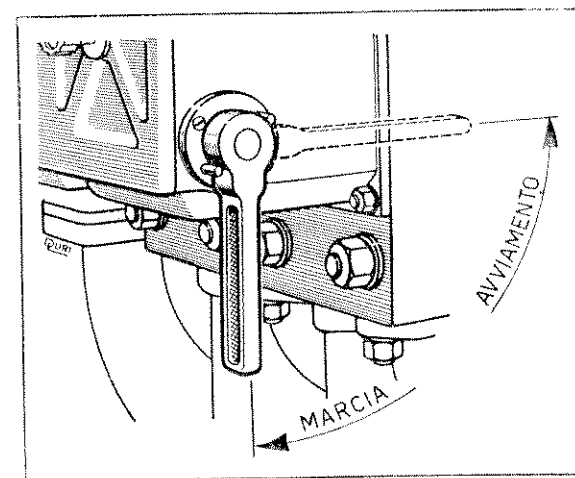

Fig. 8 - Leva comando decompressione
- 2) Ruotare la leva di decompressione (Fig. 8) nella posizione di **avviamento**.